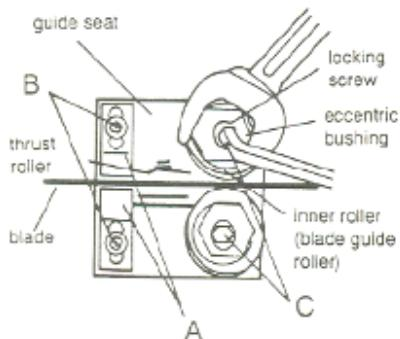

Fig 8
Lockern Sie die Schrauben (B, Fig 8) und stellen Sie die Gleitelemente (A) vom Sägeband weg.